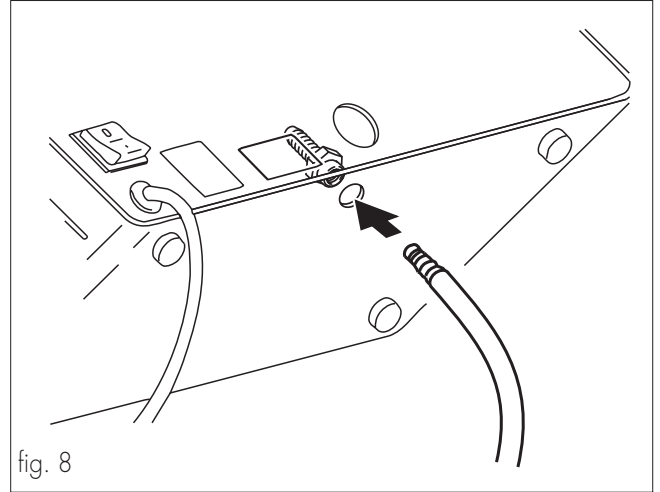

fig. 8
- Inserire il tubo di aspirazione dell'acqua nell'apposito attacco sotto il distributore (fig. 8).